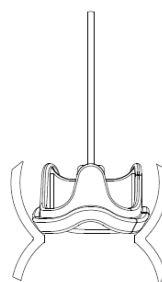
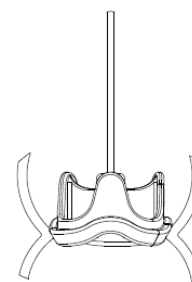

図 3: スーブラアニュラ位
図 4: イントラアニュラ位
4. サイザーはスーブラアニュラ位(縫着輪の患者弁輪上位への植込み、図3参照)、又はイントラアニュラ位(縫着輪の患者弁輪内への植込み、図4参照)での生体弁のサイズ選定が可能である。